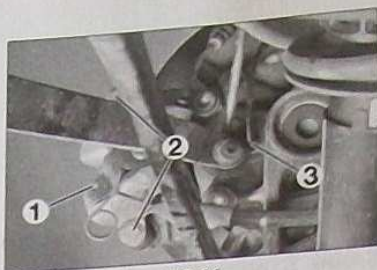

FIG. 21
- le câble de frein à main (1) (Fig.21).
- les fixations (2) d'étrier de frein.
- le capteur de vitesse de roue ABS (3).